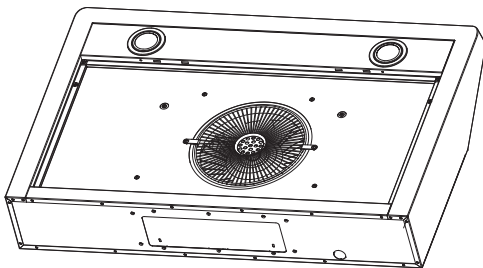

Figure 1
- Enlevez les 2 filtres et le panneau facile à nettoyer pour permettre l'accès à l'intérieur de l'unité (voir figure 1 à 3).